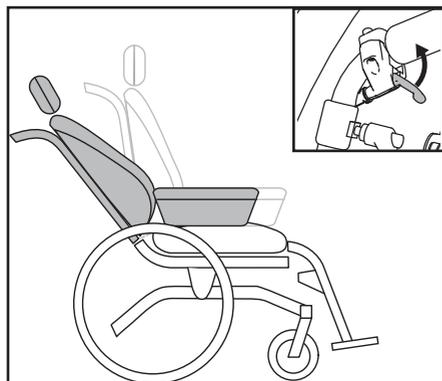

Figure 10
- Réglez l'angle d'inclinaison du dossier à l'aide de la manette gauche (9A) (voir figure 10).